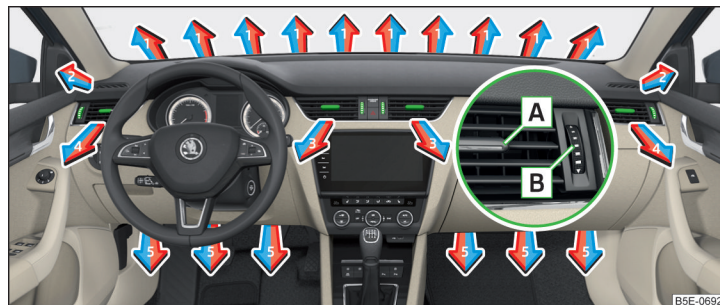
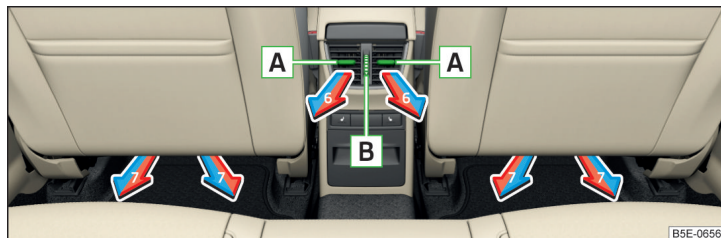

Fig. 157 Difusores de aire delanteros
Fig. 158 Difusores de aire traseros
En los difusores de aire 3, 4 » fig. 157 y 6 » fig. 158 se puede modificar el sentido de la corriente de aire, y los difusores se pueden también cerrar y abrir individualmente.
El ajuste de la dirección de corriente del aire se realiza por el desplazamiento del elemento de ajuste [A] » fig. 157 y/o » fig. 158 en la dirección deseada.
- Para **abrir** el regulador [B] » fig. 157 y/o » fig. 158 girar hacia arriba.
- Para **cerrar** el regulador [B] » fig. 157 y/o » fig. 158 girar hacia abajo.
Ajustar la dirección de salida de aire	Difusores de salida de aire » fig. 157 y » fig. 158